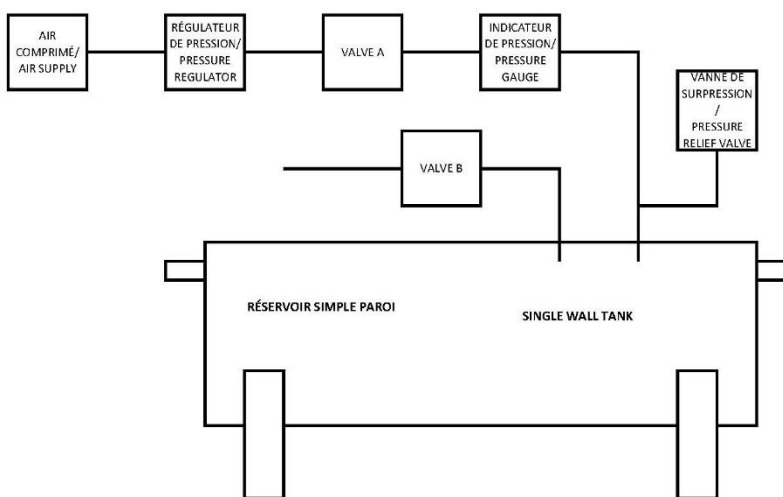

Figure 1 Single wall tank pressurizing procedure - Procédure test de pression pour réservoir simple paroi
- 1) Install the test piping as Figure 1. Close valve A. Seal temporarily all remaining openings to maintain the pressure. Make sure the compressed air supply is closed.
- 1) Installez la tuyauterie de test tel que la figure 1. Fermer la valve A. Sceller temporairement les ouvertures restantes pour maintenir la pression. Assurez-vous que l'air comprimé est fermé.
This is a suggested piping configuration; your final set up may differ from the one shown in Figure 1. This setup and procedure are only suited for **single wall tanks**.
Ceci est un montage suggéré ; votre montage final peut différer de celui indiqué à la figure 1. Ce montage et cette procédure sont valide seulement pour les réservoirs **simple paroi**.